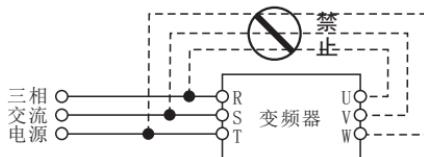

图1-2
- 严禁将交流电源接到变频器的输出端子U、V、W上，否则将造成变频器的损坏，如图1-2所示。